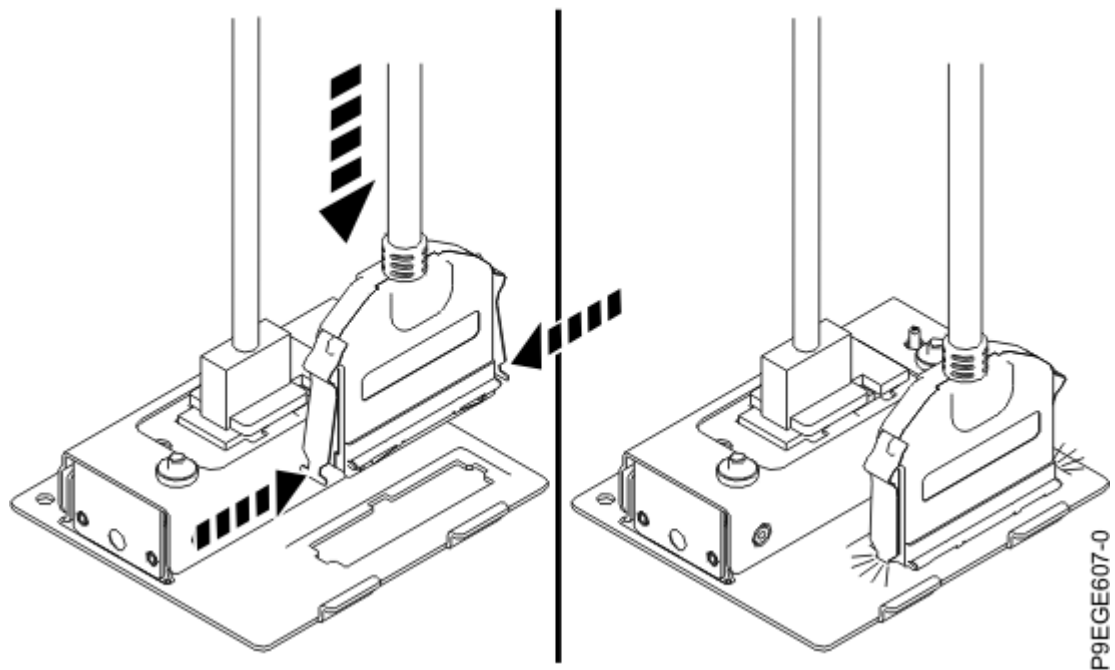

Figure 22. Installation du câble USB avant et du connecteur
2. Verrouillez le connecteur du câble USB dans le support USB. Vérifiez que le taquet du connecteur est aligné avec le support. Pincez les taquets et insérez le connecteur dans l'ouverture jusqu'à ce que les taquets s'enclenchent, comme indiqué à la Figure 22, à la page 24.